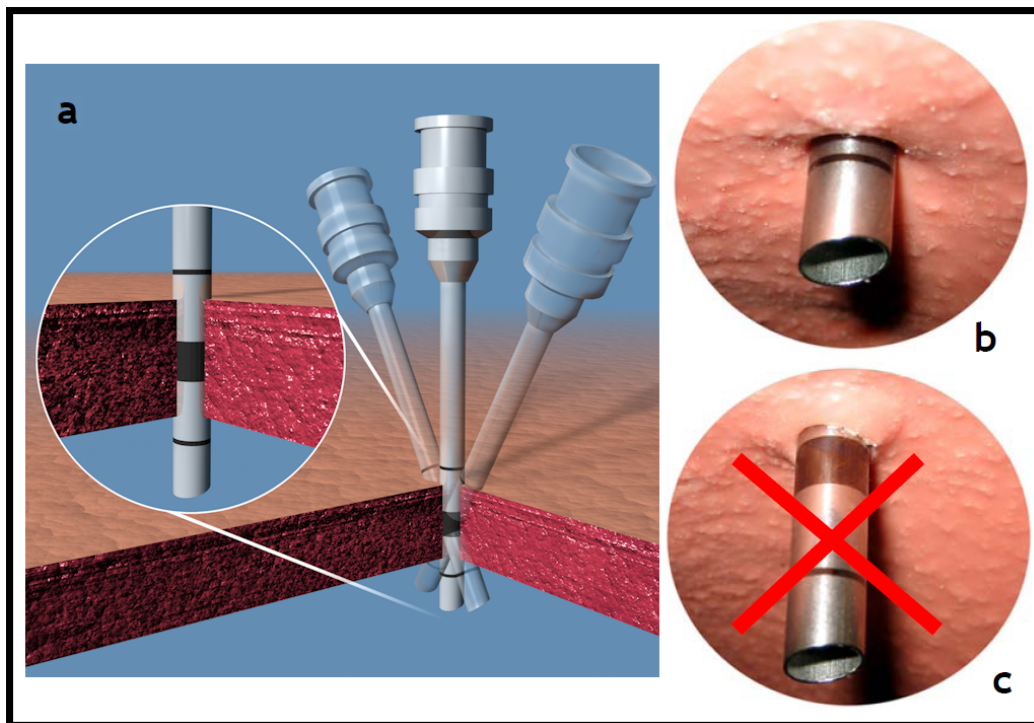

Figura 8.2 Colocação apropriada do centro remoto da cânula do instrumento
- Para posicionar correctamente o centro remoto, a linha preta espessa da cânula *da Vinci* (que indica o centro remoto) deve ser inserida dentro dos limites da parede corporal do doente. Uma colocação correcta permite aos instrumentos rodarem através da incisão com menos fricção e maior precisão, o que reduz os traumas nos tecidos (Figura 8.2 a).
- A colocação correcta da cânula deve ser verificada, olhando para a ponta da cânula com a câmara endoscópica (as cânulas devem ser sempre colocadas sob visualização endoscópica). Apenas deve ser visível a primeira linha fina na ponta da cânula distal. Isto indica que o centro remoto está correctamente colocado dentro dos limites da parede corporal do doente (Figura 8.2 b).
- Se a linha preta espessa da cânula se encontrar dentro da vista endoscópica, isso significa que o centro remoto foi inserido demasiado profundamente. Mover os braços com o centro remoto colocado incorrectamente aumenta a fricção, reduz a precisão e aumenta o trauma nos tecidos no local da porta (Figura 8.2 c).